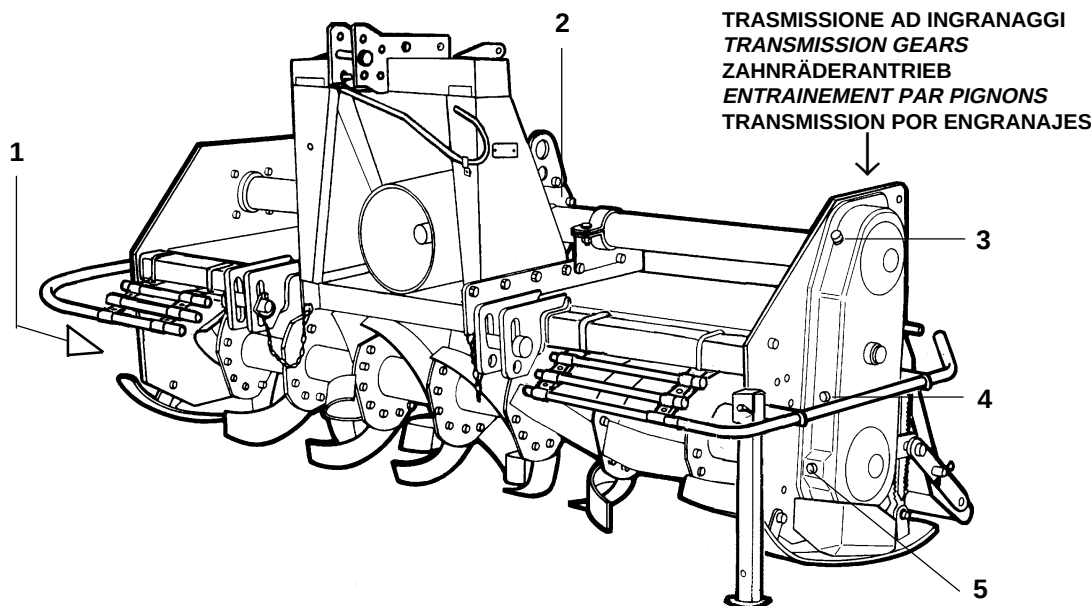

Fig. 24
- Ingrassare i fuselli del rotore (1 Fig. 24).
- Verificare il livello olio nella scatola del cambio (2 Fig. 24), eventualmente ripristinarlo fino alla tacca di livello ricavata sull'astina.
- Trasmissione laterale a catena: verificare il livello olio nel carter laterale della trasmissione, svitando il tappo di livello (4 Fig. 24) e controllando che l'olio fuoriesca. Eventualmente aggiungere olio attraverso il tappo di riempimento (3 Fig. 24), fintantoché fuoriesce dal tappo livello.
- Trasmissione laterale ad ingranaggi: verificare il livello olio nel carter laterale della trasmissione, svitando il tappo di livello (4 Fig. 24) e controllando che l'olio fuoriesca. Eventualmente aggiungere olio attraverso il tappo di riempimento (3 Fig. 24), fintantoché fuoriesce dal tappo livello.
- *Grease the rotor spindles (1 Fig. 24).*
- *Check the level of the oil in the gearbox and top up to the level mark on the rod as necessary (2 Fig. 24).*
- *Transmission lateral par chaîne: check the level of the oil in the side casing of the transmission unit, unscrewing the level plug (4 Fig. 24) and checking that oil flows out. Add oil through the fill plug if necessary (3 Fig. 24). It should flow from the level plug.*
- *Side transmission gears: check the level of the oil in the side casing of the transmission unit, unscrewing the level plug (4 Fig. 24) and checking that oil flows out. Add oil through the fill plug if necessary (3 Fig. 24). It should flow from the level plug.*
- Die Rotorachszapfen (1 Abb. 24) schmieren.
- Den Ölstand im Gang-Gehäuse kontrollieren (2 Abb. 24); ev. bis zum Ölstandzeichen, das auf dem Stab angebracht ist, nachfüllen.
- Kettenantrieb: den Ölstand im Seitenantrieb prüfen. Dazu den Ölstandsstopfen (4 Abb. 24) losschrauben und prüfen, ob Öl ausfließt. Ggf. durch den Öleinfüllstopfen (3 Abb. 24) soviel Öl nachfüllen, bis das Öl am Ölstandsstopfen ausläuft.
- Zahnradantrieb: den Ölstand im Seitenantrieb prüfen. Dazu den Ölstandsstopfen (4 Abb. 24) losschrauben und prüfen, ob Öl ausfließt. Ggf. durch den Öleinfüllstopfen (3 Abb. 24) soviel Öl nachfüllen, bis das Öl am Ölstandsstopfen ausläuft.
- *Graissez les fusées du rotor (1 Fig. 24).*
- *Contrôlez le niveau de l'huile dans la boîte de vitesse. Si nécessaire, rajouter de l'huile jusqu'au cran sur la jauge (2 Fig. 24).*
- *Entrainement latéral par chaîne: contrôlez le niveau de l'huile dans le carter latéral de la transmission en dévissant le bouchon de niveau (4 Fig. 24) et vérifiant si l'huile sort. Si nécessaire rajouter de l'huile par le bouchon de remplissage (3 Fig. 24) jusqu'à ce qu'elle sorte par le bouchon de niveau.*
- *Entrainement latéral par pignons: contrôlez le niveau de l'huile dans le carter latéral de la transmission en dévissant le bouchon de niveau (4 Fig. 24) et vérifiant si l'huile sort. Si nécessaire rajouter de l'huile par le bouchon de remplissage (3 Fig. 24) jusqu'à ce qu'elle sorte par le bouchon de niveau.*
- Engrasar los ejes del rotor (1 Fig. 24).
- Controlar el nivel de aceite en la caja de cambio, eventualmente rellenar hasta la muesca de nivel presente en la varilla (2 Fig. 24).
- Transmisión lateral por cadena: controlar el nivel de aceite en el cárter lateral de la transmisión, desenroscando el tapón de nivel (4 Fig. 24) y controlando que salga el aceite. Eventualmente agregar aceite a través del tapón de llenado (3 Fig. 24), hasta que veamos que sale por el tapón de nivel.
- Transmisión lateral por engranajes: controlar el nivel de aceite en el cárter lateral de la transmisión, desenroscando el tapón de nivel (4 Fig. 24) y controlando que salga el aceite. Eventualmente agregar aceite a través del tapón de llenado (3 Fig. 24), hasta que veamos que sale por el tapón de nivel.